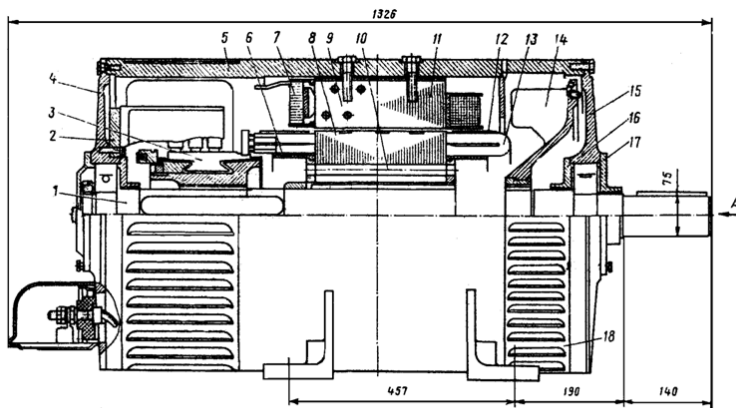

Рис. 5. Общий вид двигателя постоянного тока с высотой оси вращения $h = 280$ мм.
5. Назовите элемент 7, изображённый на рис. 5.